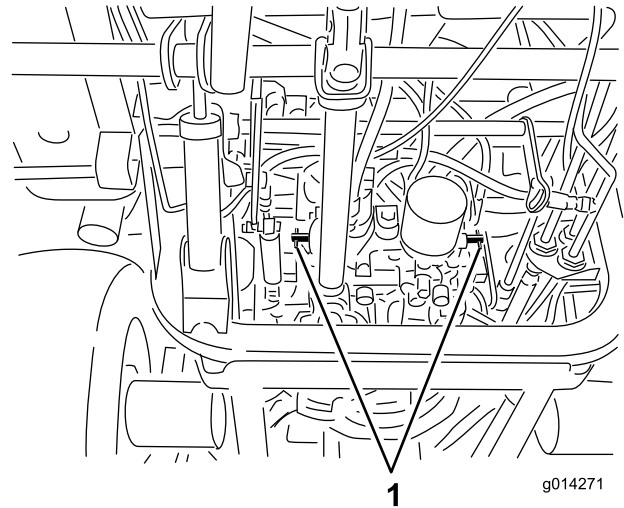

图26
- 将各个旁通阀分别逆时针旋转 1 圈 图26。
- 将各个旁通阀分别顺时针旋转 1 圈并用手拧紧 图26。
- 如 图26 所示上紧阀门扭矩至约 8N·m。